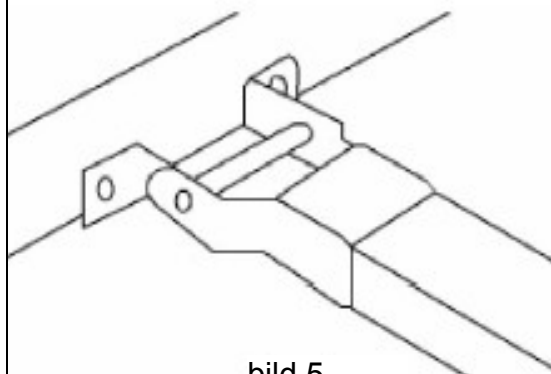
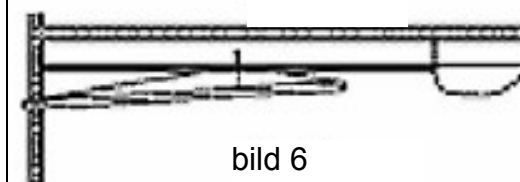

bild 5
bild 6
1.3) Fäst öppnaren på dörrens överkarm eller i taket enligt anvisningar (bild 5). Kontrollera att det blir en springa på minst 30 mm mellan den största möjliga höjden på övre panelen och öppnaren (bild 6). Granska måtten innan du borrar.